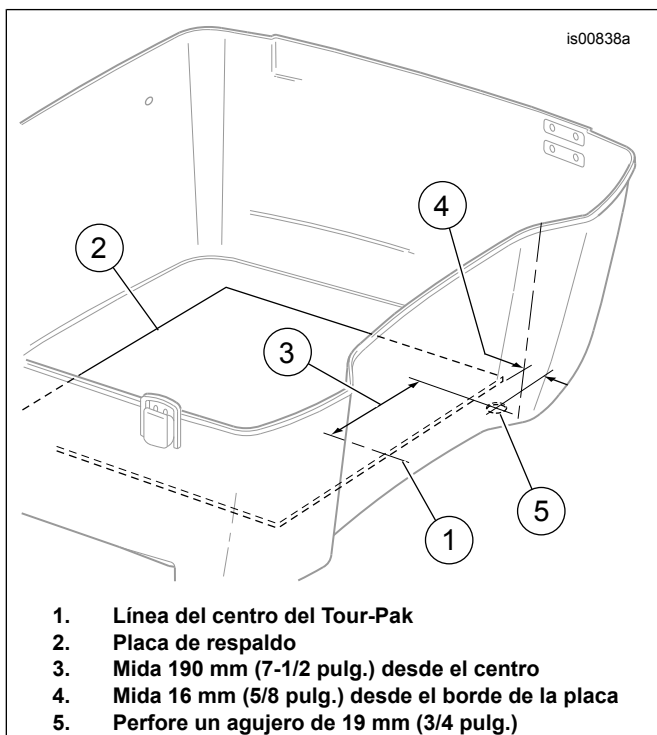
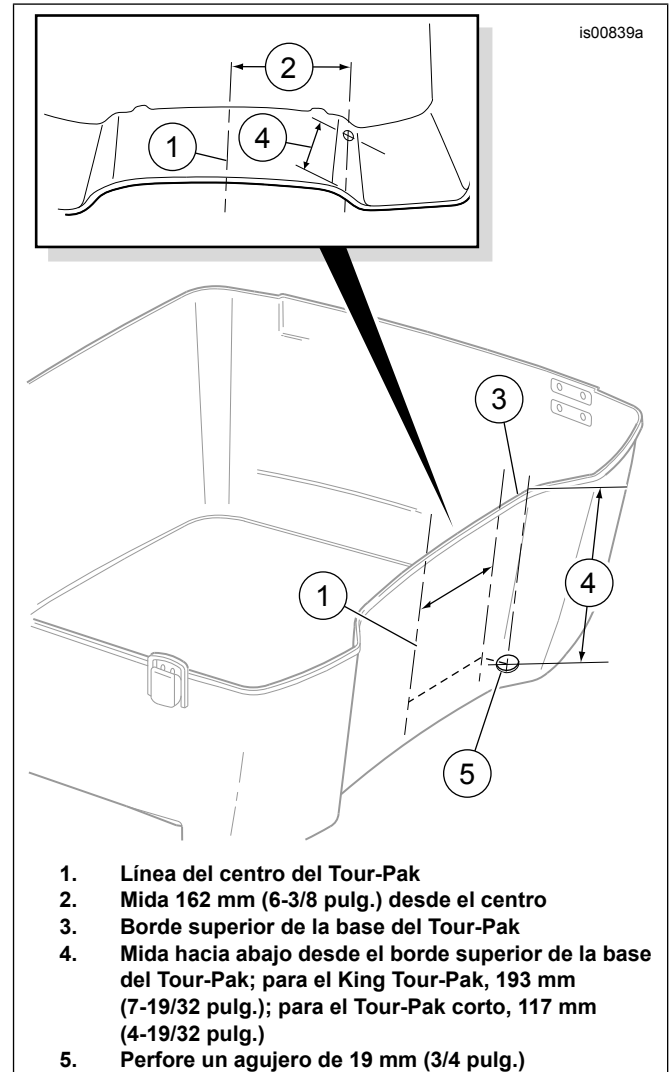

Figura 2. Ubicación de la perforación para el cable de la antena AM/FM (Tour-Pak tipo 1)
Figura 3. Ubicación de perforación del cable de la antena AM/FM (Tour-Pak tipo 2)
- c. Vea Figura 2. Mida y establezca el centro (1) de la placa de respaldo (2) que cubre el fondo del Tour-Pak.
- g. Coloque una tira de cinta adhesiva de 51 mm (2 pulg.) de ancho en el fondo del Tour-Pak frente a la placa de respaldo a una distancia de 190 mm (7-1/2 pulg.) (3) de la línea del centro, desde la placa de respaldo hacia la pared delantera.
- i. Mida 16 mm (5/8 pulg.) desde el borde delantero de la placa de respaldo (4) y marque una línea corta a través de la línea marcada en el paso anterior.
- l. Desde la parte inferior del Tour-Pak perfore un agujero de 19 mm (3/4 pulg.) (5) desde el exterior hacia el interior del Tour-Pak.
- o. Vea Figura 3. Mida y establezca el centro (1) en la parte delantera interior de la pared del Tour-Pak.
- r. De frente a la cinta adhesiva, mida 162 mm (6-3/8 pulg.) desde la línea del centro hacia el lado izquierdo delantero de la pared del Tour-Pak (2). No siga la curva de la pared, debe medir **atravesándola directamente**. Vea Figura 3 inserta.
- u. Vea Figura 3 (artículo 4). **Para el King Tour-Pak**: Mida 193 mm (7-19/32 pulg.) hacia abajo desde el borde superior (3) del Tour-Pak. **Para el Tour-Pak corto**: Mida 117 mm (4-19/32 pulg.) hacia abajo desde el borde superior (3) del Tour-Pak. Dibuje una línea horizontal corta a través de la línea vertical.
- x. Desde el exterior del Tour-Pak perforo un agujero de 19 mm (3/4 pulg.) (5) a través del agujero guía hacia el interior.